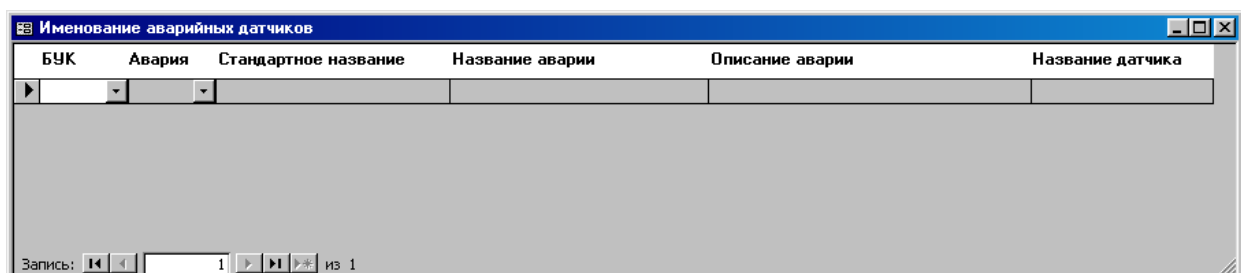

Рис. 2.9. Вид окна "Именованние аварийных датчиков".
- кнопка "БУК: Именованние аварийных датчиков" открывает соответствующее окно (см. Рис. 2.9) предназначенное переименования отдельных датчиков;
В САУКЛ определён типовой набор датчиков и соответствующих им аварий. Так как на многих конвейерах набор используемых датчиков отличается от типового, часть датчиков может быть поименована самим пользователем. Для этого предназначено окно "Именованние аварийных датчиков" (см. Рис. 2.9). В нём можно задать нестандартное имя для любого из именуемых аварийных датчиков на каждом БУК. Все датчики не указанные в данной таблице будут иметь стандартную расшифровку.